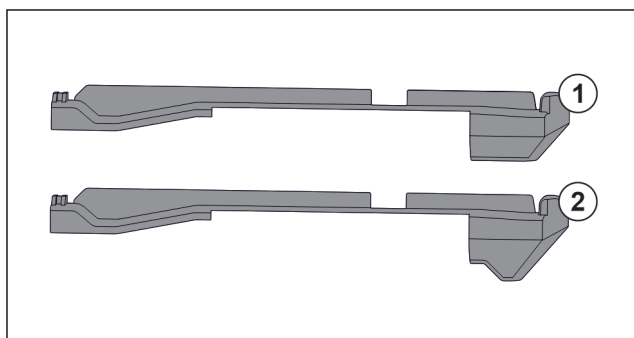

Fig. 48 Порівняння вставних частин
У пристрої є дві різні вставні частини. Вставна частина над самим нижнім висувним ящиком Fig. 48 (2) має трикутний край. Всі інші вставні частини Fig. 48 (1) мають прямий край.
- ▶ Розмістити вставну частину Fig. 48 (2) з трикутним краєм над самим нижнім висувним ящиком.
- ▶ Розмістити вставну частину Fig. 48 (1) з прямим краєм у всіх інших місцях.